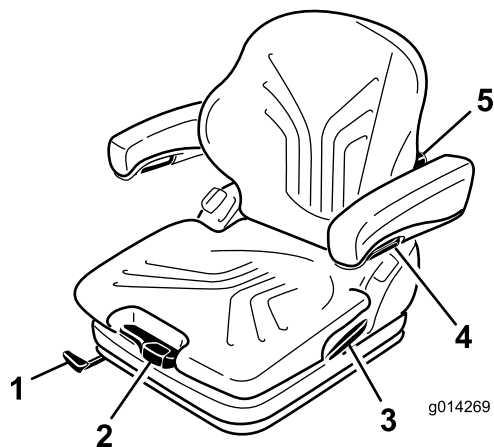

図 22
そして、体重調整レバーを使って、運転する人の体重に合わせて調整します(図 22)。
1. 調整は、レバーを引き上げてシートのロックを解除して行います(図 22)。
調整ノブを上に戻すと背もたれの上部の湾曲の調整ができます。調整ノブを下に戻すと背もたれの下部の湾曲の調整ができます 図 22。
アームレストの高さを調整するには、カバーについている丸いキャップ 図 22を外し、裏側にある六角ナット(13 mm)をゆるめて高さを調整し、その位置でナットを締めつけます。ナットにキャップを取り付けます。
アームレストの角度はノブを回して調整します 図 22。
ロックレバーを引いてバックレストキャッチを外します 図 22。この時、背もたれにもたれかかるなどして力を掛けないようにしてください。